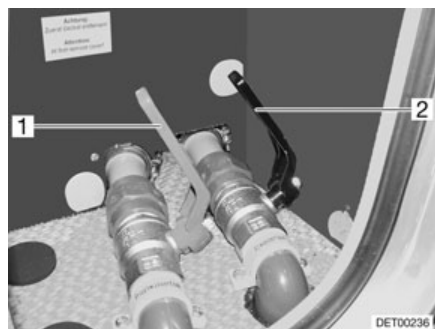

Fig. 231 Robinet de vidange dans le double plancher
Le robinet de vidange (Fig. 231,1) est monté dans le double plancher. Le robinet de vidange est désigné par l'inscription "Wasser" (eau).
- Ouvrir le robinet de vidange (Fig. 231,1). L'eau s'écoule.